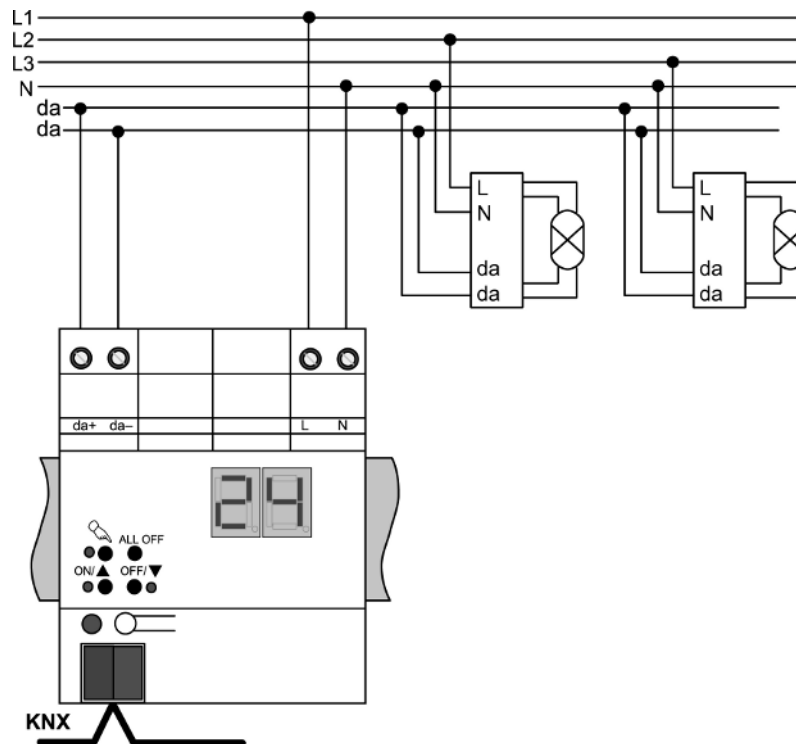

Figura 2
- Conectar el aparato según el ejemplo de conexión (véase figura 2).